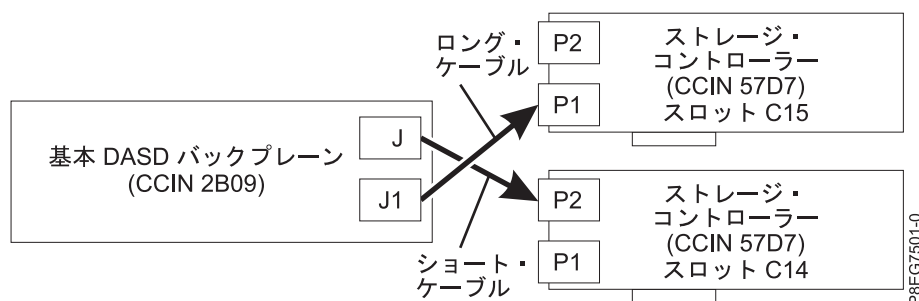

図 11. 分割ディスク構成での SAS ケーブルの再接続
- 2 つの PCIe3 x8 SAS RAID 内部アダプター (CCIN 57D7) (分割ディスク・フィーチャー) がある場合は、短い SAS ケーブルが上部のディスク・ドライブ・バックプレーン・コネクタ (J2) からスロット P1-C14 にあるアダプターの P2 コネクタに接続されています。長い SAS ケーブルは、下部のディスク・ドライブ・バックプレーン・コネクタ (J1) からスロット P1-C15 にあるアダプターの P1 コネクタに接続されています。12 ページの図 11を参照してください。